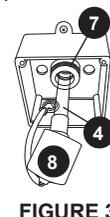
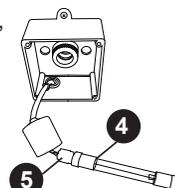
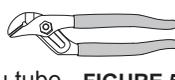
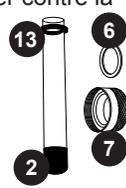

FIGURE 3
FIGURE 4
FIGURE 5
FIGURE 6
- Une fois la lampe UV refroidie, enlever le couvercle (10) et le joint d'étanchéité (9) du système CLEARRAY en dévissant les quatre vis (11).
- Enlever la gaine protectrice noire (8) en la faisant glisser le long du câble pour l'éloigner de l'écrou à compression (7) (Figure 3).
- Retirer délicatement la lampe UV (4) du tube de quartz.
- Retirer la douille (5) de la lampe UV (4) (Figure 4).
- Retirer l'écrou à compression (7) en le tournant dans le sens contraire des aiguilles d'une montre (Figure 3). Au besoin, utiliser une pince multiprise à crémaillère (Figure 5). Vous remarquerez une rondelle de compression en acier inoxydable (6) qui glisse sur le tube de quartz; il faut conserver cette rondelle (6) pour la réutiliser plus tard (Figure 6). Tenir la bague d'étanchéité noire (13) et retirer délicatement le tube de quartz.
- Vous pouvez maintenant nettoyer ou remplacer le tube de quartz (2). Pour nettoyer le tube (2), suivre les étapes 8 et 9, puis passer à l'étape 10. S'il faut remplacer le tube (2), sauter les étapes 8 et 9, et passer directement à l'étape 10.
- Remplacement du tube de quartz :** Vous remarquerez qu'au contraire de l'ancien tube il n'y a pas de coussinet noir sur l'extrémité bombée du nouveau tube de quartz. Cela est normal puisque le coussinet installé sur le tube original servait à le protéger contre les bris durant le transport. Installer la bague d'étanchéité noire (13) à l'extrémité ouverte du tube de quartz. Insérer le nouveau tube (2) dans l'enceinte (1) en commençant par l'extrémité bombée et en vous assurant qu'il est bien placé dans le porte-tube. Seule une petite portion du tube est visible lorsqu'il est installé correctement.
- Remettre en place la rondelle de compression en acier inoxydable (6) à l'extrémité ouverte du tube de quartz (2). La pousser contre la bague d'étanchéité noire (13).
- Réinstaller et serrer à la main l'écrou à compression (7) en le tournant dans le sens des aiguilles d'une montre.
- Test no 1 :** L'eau ne doit pas dégoutter de l'écrou à compression (7). S'il y a de l'eau, ARRÊTER et resserrer l'écrou à compression (7) d'un quart de tour tout au plus à l'aide d'une pince multiprise à crémaillère. Si cela ne règle pas la fuite d'eau, refaire les étapes 1 à 13. Vous assurer qu'il n'y a aucune fuite d'eau AVANT de passer à l'étape 15.
- Rebrancher la douille de la lampe (5) à la nouvelle lampe UV (4); utiliser le gant de latex fourni lorsque vous manipulez la lampe UV.
- Remarque :** Pour ne pas endommager la lampe UV, prendre soin de bien aligner les fiches de la lampe UV (4) avec les trous de la douille (5) avant de les y insérer complètement.
- Faire glisser la nouvelle lampe UV (4) dans le tube de quartz (Figure 3)
- Réinstaller la gaine protectrice noire (8) sur l'écrou à compression (7).
- Réinstaller le couvercle (10) et le joint d'étanchéité (9), et visser le tout en place.